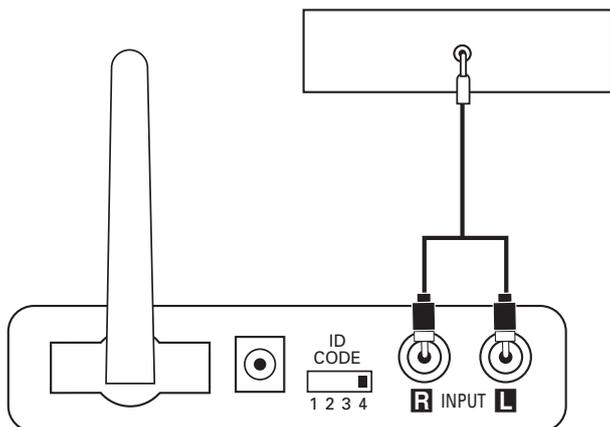

Figura 5.
Paso 1. Conecte el cable RCA–mini jack 3,5mm (1/8") (incluido) entre las salidas preamplificadas, de línea o para auriculares de su reproductor portátil de audio y las entradas del módulo transmisor ⑭, tal como muestra la Figura 5.